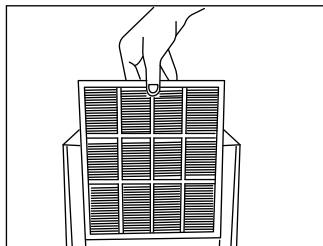

Fig. 4
2. Attrapez la poignée de la grille de filtration et tirez-la vers le haut. (Fig. 4)